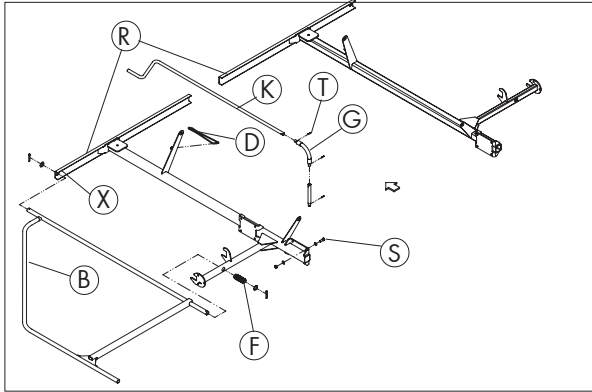

Fig. 3-20
Rapprocher le cadre (R) à l'andaineur rotatif avec une grue et le fixer à la tête d'entraînement avec les boulons (S) (fig. 3-20).